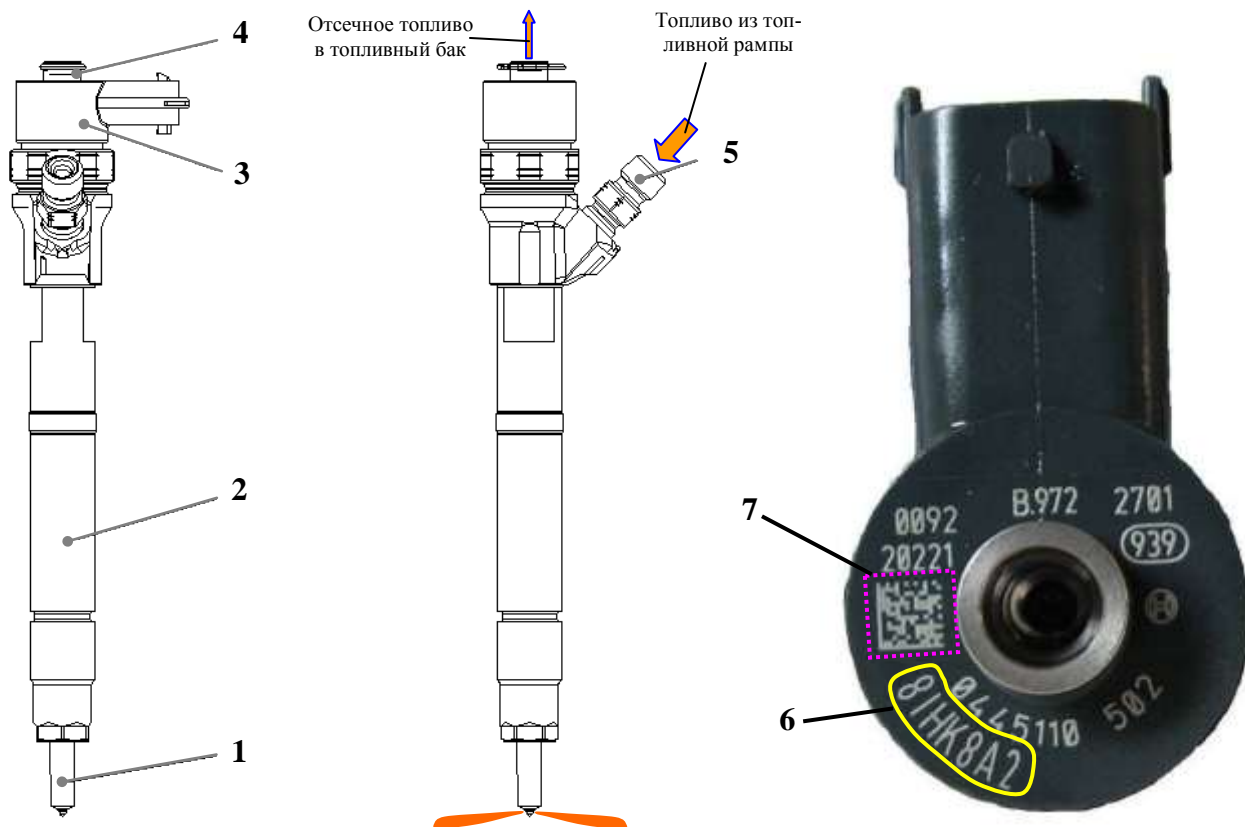

Рис.53. Форсунка подачи топлива:
**Форсунка** (рис.53) электрогидравлическая, закрытая, с быстродействующим электромагнитным клапаном. Впрыск топлива происходит при подаче напряжения из блока управления двигателем на электромагнитный клапан.